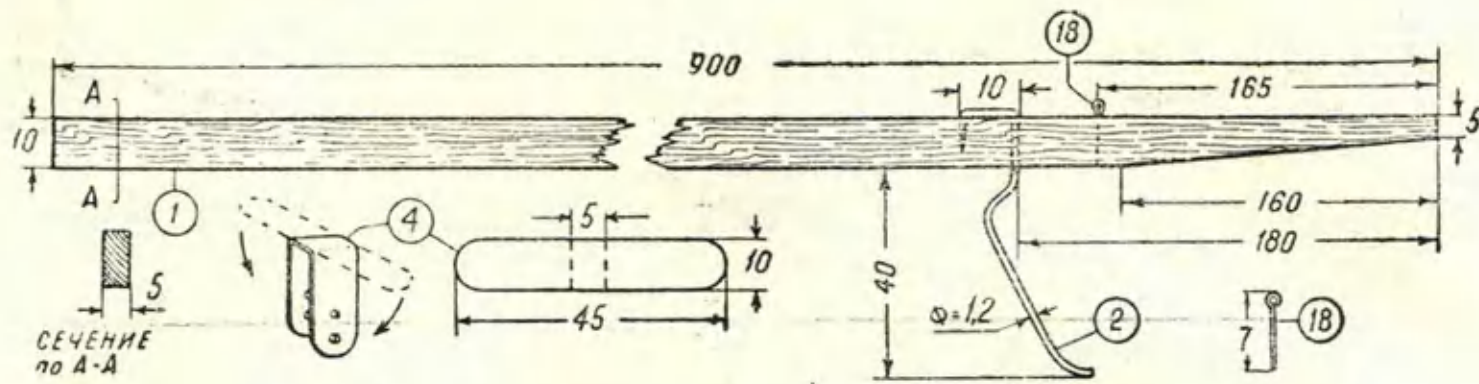
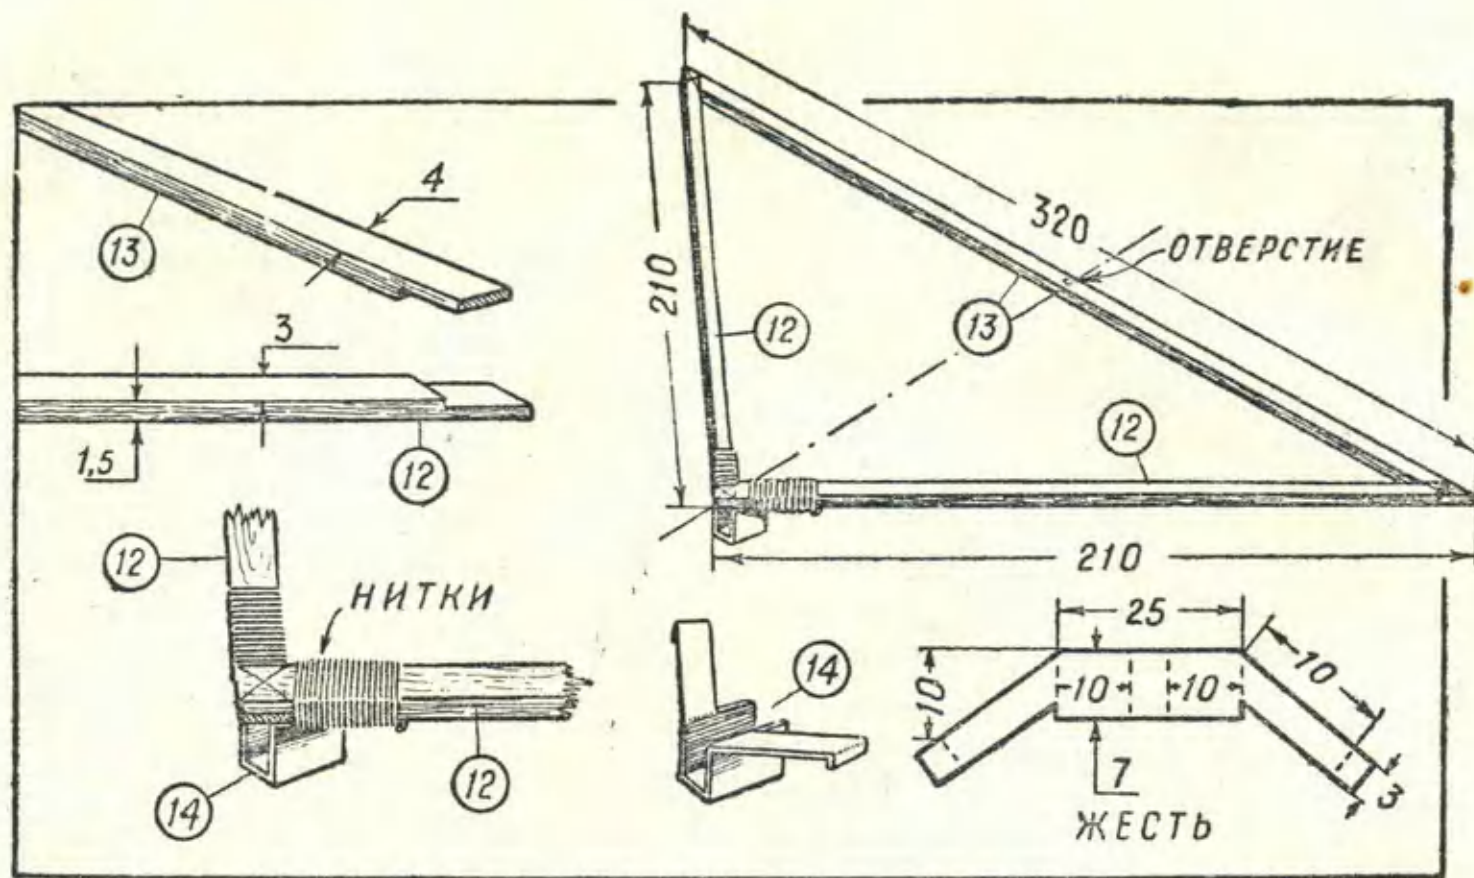
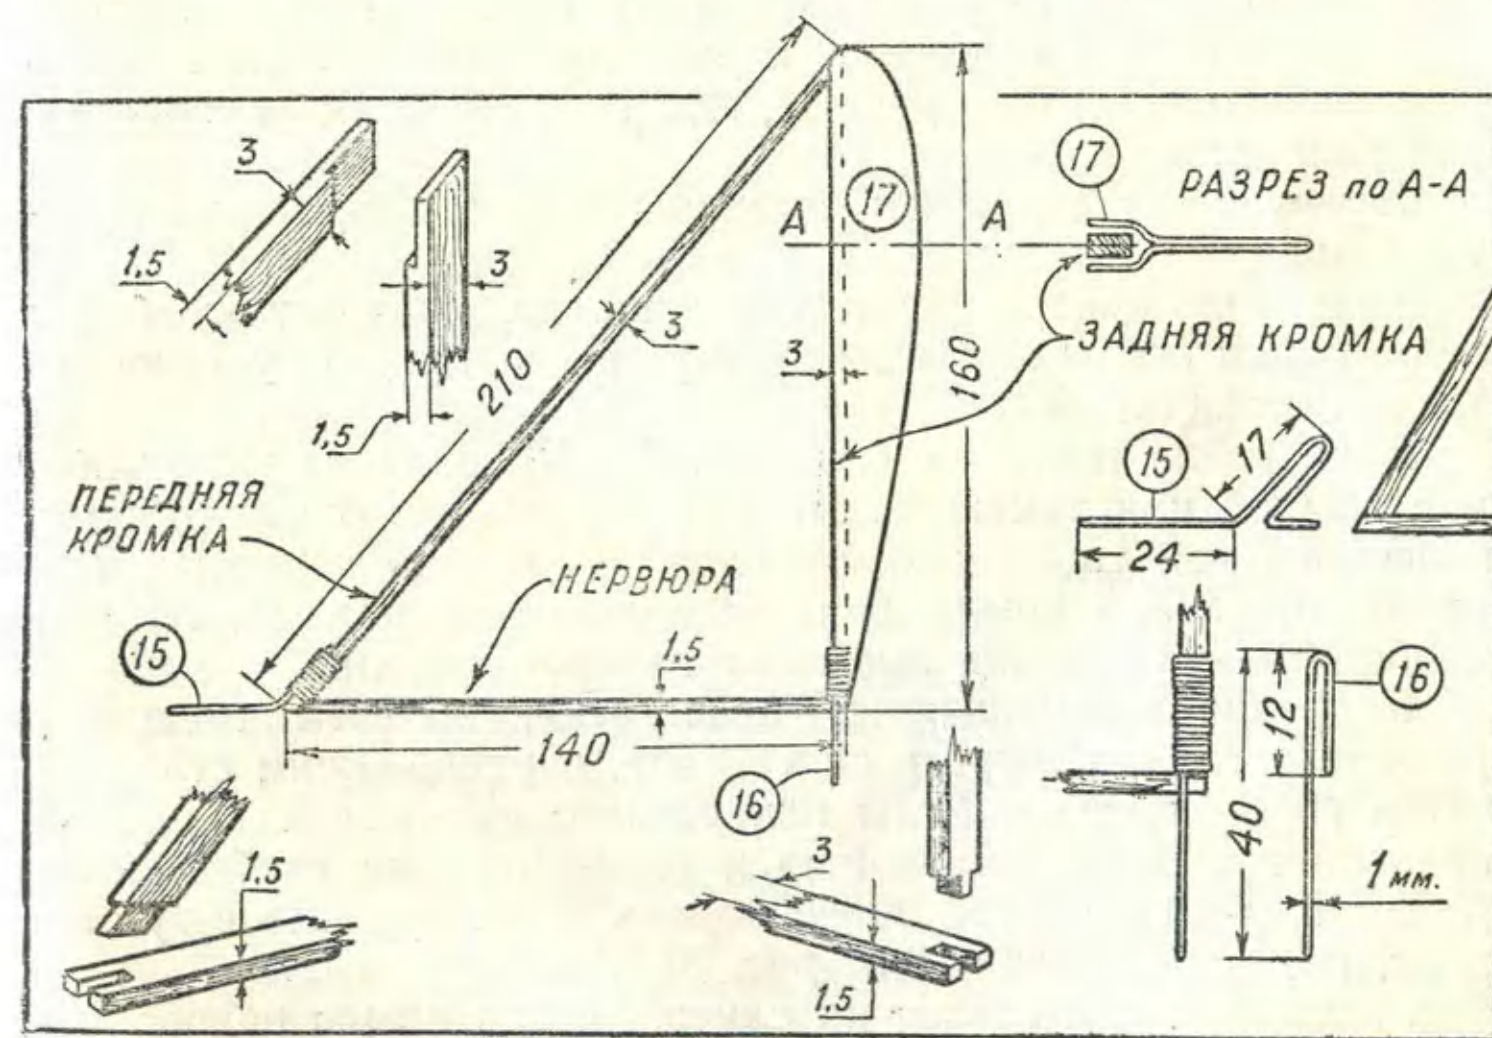

Рис. 30.
Рис. 34.
Рис. 35.
Изготовление модели следует начинать с рейки (рис. 30). Из прямослойной сухой сосны строгаем рубанком рейку длиной 900 мм и сечением  $10 \times 5$  мм. На конце рейки 1 делаем скос1. На расстоянии 180 мм от конца рейки укрепляем проволочный костыль 2.
**Оперение.** Оперение надо предварительно вычертить в натуральную величину. По размерам рисунков 34 и 35 вычерчиваем отдельно стабилизатор и киль. Стабилизатор собираем из трех кромок, выстроганных из сосны, сечением: передние 12 —  $3 \times 1,5$  мм, а задняя 13 —  $4 \times 1,5$  мм. Концы кромок 12 и 13 стабилизатора врезаем друг в друга; места соединения смазываем клеем и туго приматываем тонкой ниткой (см. рис. 34).
Киль собирается точно так же, как стабилизатор (см. рис. 35). Он состоит из передней и задней кромок и нервюры. К передней и задней кракам кия приматываем нитками на клею две проволочные детали 15 и 16, предназначенные для крепления кия к рейке. Детали 15 и 16 изгибаем плоскогубцами из стальной 1-мм проволоки. Можно их согнуть также и из обычной шпильки для волос. Деталь 16 должна иметь остро отточенный с помощью напильника конец. Деталь 15 приматывают к нижней перекладине кия, де-
Оклейка стабилизатора производится одним сплошным листом папиросной бумаги. Способ оклейки стабилизатора такой же, как и крыла. Киль оклеивается с обеих сторон. На заднюю кромку кия наклеивается небольшой руль направления 17, склеенный из двух половинок, вырезанных из почтовой открытки (рис. 36 на вкладном листе в конце книги). Для крепления кия к рейке надо изогнуть проволочную деталь 18 (см. рис. 30), заточить мелким напильником ее конец и воткнуть в рейку сверху на расстоянии 165 мм от конца рейки. Затем приступают к окончательной сборке модели.
шилом прокалываем отверстие. На хвостовой конец рейки плотно надеваем стабилизатор так, чтобы рейка проходила сквозь жестяную деталь 14 (см. рис. 34). Затем деталь 15 (см. рис. 35) киль вставляем в проволочную петельку 18 (см. рис. 30), укрепленную к рейке, и одновременно деталь 16 (см. рис. 35) просовываем сквозь отверстие в задней кромке стабилизатора, а острие этой детали вставляем в хвостовой конец рейки.
Таким образом киль модели крепится к рейке. Если он укреплен недостаточно плотно, необходимо плотнее прижать к рейке деталь 18 (см. рис. 30).